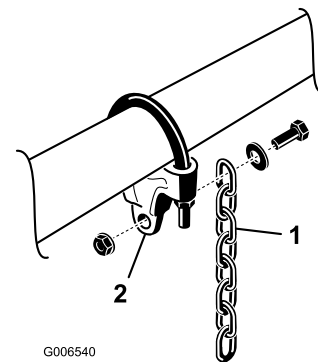

Figura 7
- Monte una cadena de elevación a cada soporte con un tornillo, una arandela y una tuerca, colocados según se indica en Figura 7.